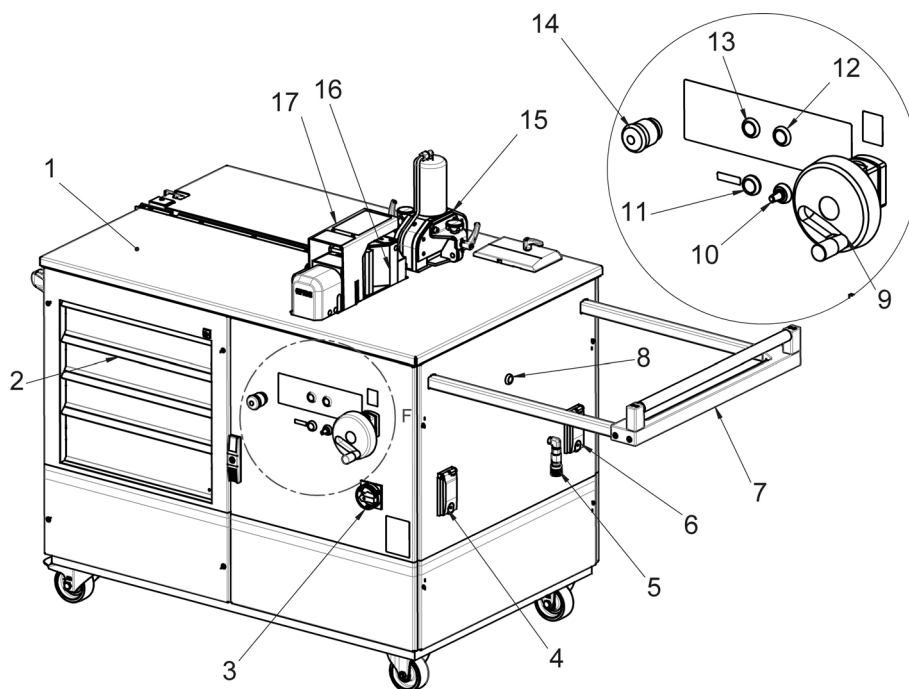
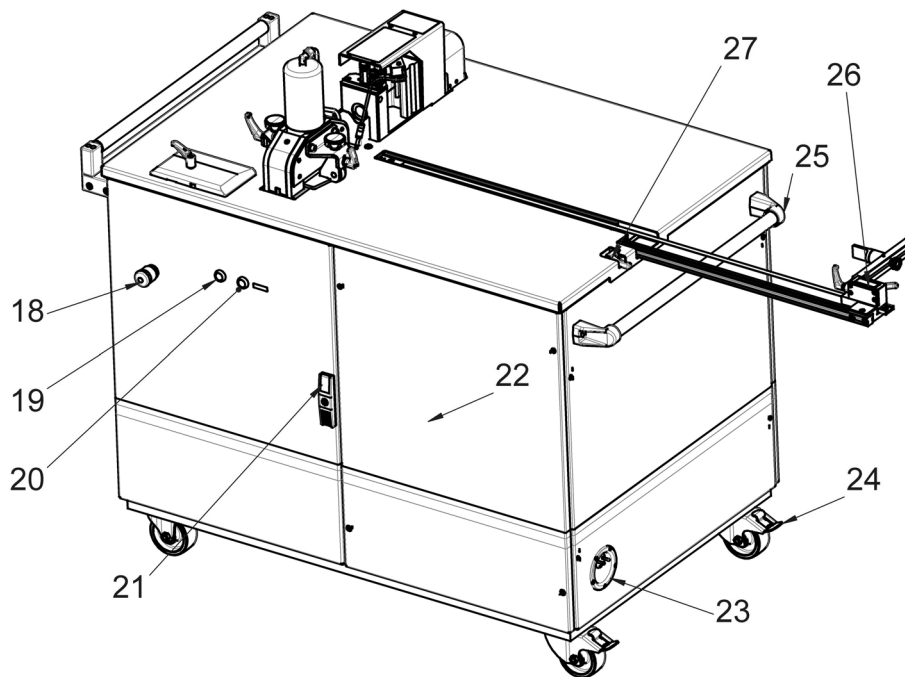

Fig. 1 : vue de face
Fig. 2 : vue arrière
L'interrupteur au pied de sécurité à pédale unique est raccordé à la « station mobile d'usinage des barres de courant » via une prise (fig. 1, 4). Quatre boutons poussoirs (fig. 1, 8, 12, 13 et fig. 2, 19) servent à la sélection de l'étape d'usinage souhaitée. Il est toujours possible de travailler que sur une seule étape à la fois. L'unité de coupe (fig. 1, 15) pour la coupe des barres de courant ainsi que l'unité de cintrage et de poinçonnage d'alésages (fig. 1, 16) sont entourées d'une solide table en acier inoxydable résistante à l'abrasion (fig. 1, 1). Une butée extensible jusqu'à 1200 mm (fig. 2, 26), qui peut être utilisée pour toutes les étapes de travail, est intégrée dans la table.
Un raccordement hydraulique supplémentaire (fig. 1, 5) permet le raccordement d'appareillages hydrauliques externes en complément des étapes de travail existantes. La « station mobile d'usinage des barres de courant » est équipée d'un rouleau-support extensible (fig. 1, 7) pour l'usinage confortable des pièces longues.
Deux boutons d'arrêt d'urgence (fig. 1, 14 et fig. 2, 18) peuvent, en cas de danger, arrêter immédiatement la pompe hydraulique et replacer l'outil dans sa position initiale. Un variateur de fréquence permet via un potentiomètre (fig. 1, 10) de régler la vitesse d'avance des outils. Le bâti pour l'alésage et le poinçonnage est protégé par un capot de protection solide (fig. 1, 17). La hauteur du bâti peut être réglée aisément à l'aide d'une manivelle (fig. 1, 9) en fonction de l'affichage pour le réglage en hauteur. Quatre tiroirs volumineux (fig. 1, 2) verrouillables offrent suffisamment de place pour les outils et les accessoires utilisés. Un bac de récupération des résidus de cuivre se trouve derrière la porte (fig. 2, 21), à côté de l'armoire électrique (fig. 2, 22). Le câble d'alimentation (fig. 2, 23) est encastré dans le panneau latéral de la « station mobile d'usinage des barres de courant » et peut, selon le besoin, être sorti jusqu'à une longueur maximale de 4,5 m ou être complètement enroulé.
- Raccorder ensuite le câble de l'interrupteur au pied dans la prise tétrapolaire (fig. 1, 4).
- Placer l'interrupteur d'alimentation de la « station mobile d'usinage des barres de courant » sur (I) pour mettre la machine en mode opérationnel. La commande nécessite env. 5 secondes pour être opérationnelle et que les différentes étapes puissent être sélectionnées.
les lasers sont mis en ou hors fonction à l'aide des touches (fig. 1, 11 et fig. 2, 20). Les lasers se mettent hors fonction de manière autonome après 15 minutes pour prolonger leur durée de vie. Les lasers sont à nouveau mis en fonction en actionnant brièvement l'interrupteur au pied ou en actionnant la touche correspondante.
- Régler la hauteur du bâti à l'aide de la manivelle (fig. 1, 9) et aligner la matrice de cintrage au centre de la pièce.